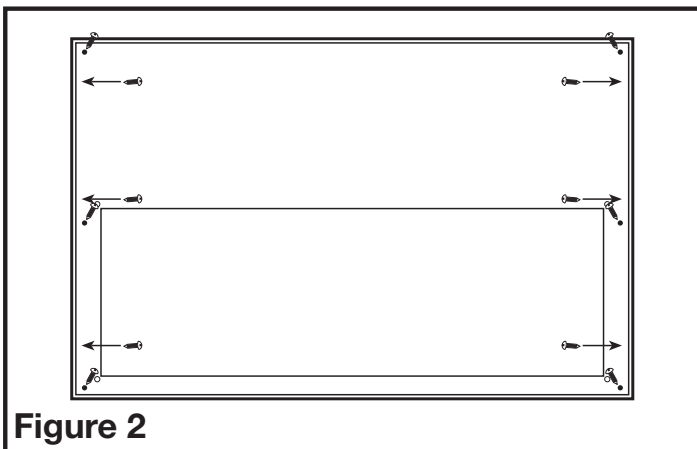

Figure 2
1. Fixez la bande au châssis de l'armoire ou au couvercle personnalisé à l'aide des 3 vis de chaque bout de la bande et de 3 vis de chaque côté du haut de la bande (**Figure 2**).